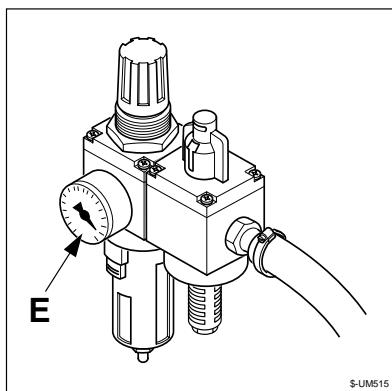

Fig. 6.2.1a
- Controllare tramite il manometro E (fig. 6.2.1a) che la macchina sia alimentata pneumaticamente (deve indicare almeno 6 bar)